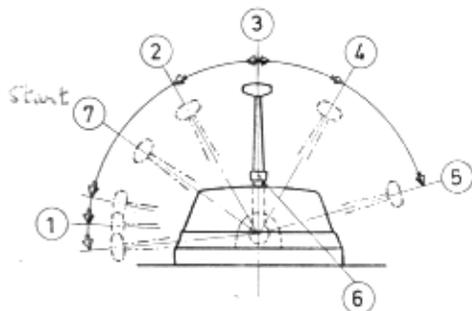

Abb. 8 Teleflex-Bedienung
- 2 Bedienungshebel in Neutrallage führen. Bedienungshebel mit der Auskupplungssperre auskuppeln, so daß nur die Motordrehzahl beeinflußt wird. Den Hebel so stellen, daß $\frac{1}{4}$ der Höchstdrehzahl erhalten wird, siehe Abb. 8.
ALBIN AD-21 ist mit einem Federband-Wendegertriebe versehen, das kleine Bedienungskraft erfordert und den Einbau einer sog. Einhebelbedienung ermöglicht. Durch Verwendung dieser Einhebelbedienung werden die Motordrehzahl und das Wendegertriebe mit einem einzigen Hebel geregelt (Abb. 8).